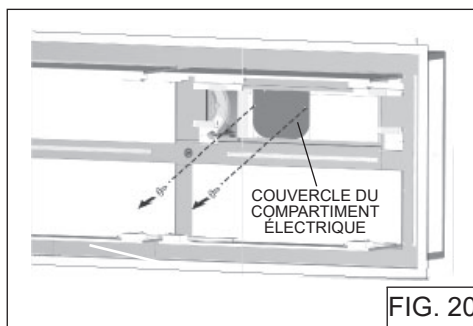

FIG. 20
1. Enlevez les (2) vis du couvercle du compartiment électrique Fig. 20.